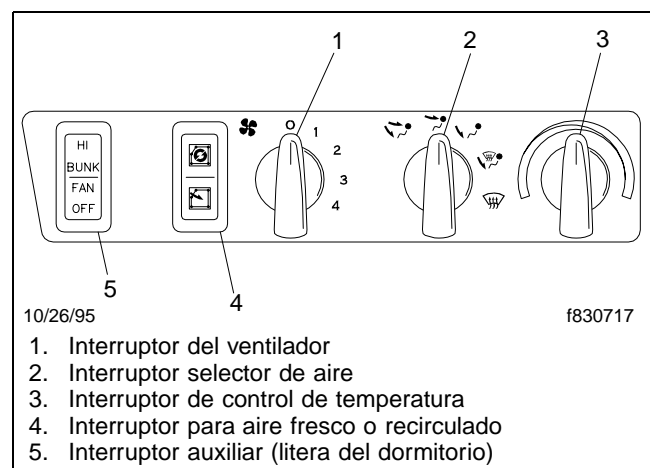

Figura 4.7, Ajustes para aire fresco
Aire fresco (Figura 4.7)
1. Con el motor a la temperatura de funcionamiento, mueva el interruptor de tres posiciones situado en el panel de control principal de clima del tablero (Figura 4.7) a la posición media.
1. Encienda el aire acondicionado de la cabina (vea "Aire acondicionado") y fije el interruptor de tres posiciones ubicado en el panel de control principal del clima en el tablero (**Figura 4.7**) en la posición media.